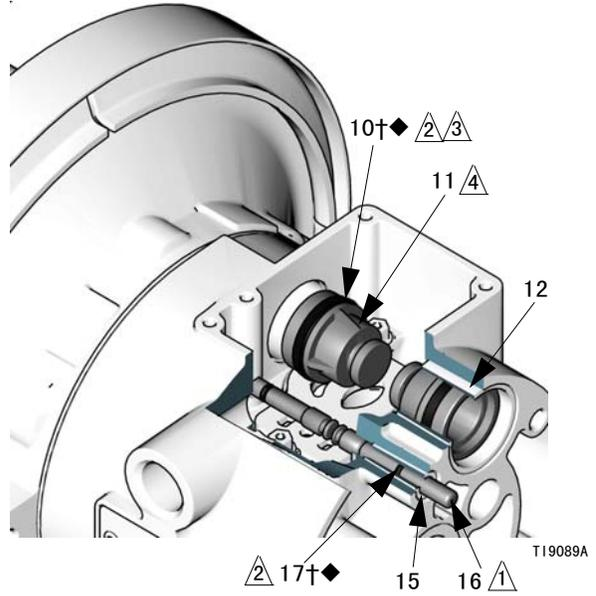

图 7
4. 将 2 个传动器活塞 (11) 从轴承 (12) 中拉出。从活塞中卸下 U 形环垫圈 (10)。将导向销 (16) 从轴承 (15) 中拉出。从导向销中卸下 0 形圈 (17)。见图 7。
6. 检查轴承 (12, 15) 情况。见图 7。轴承带有锥度，如果已损坏，必需从外侧卸下。这需要拆卸流体部分。见第 24 页。
4. 在每个导向销 (16) 上安装一个 0 形圈 (17 \blacklozenge)。润滑导向销和 0 形圈。将导向销插入轴承 (15)，窄头先入。见图 7。
5. 将 U 形环垫圈 (10 \dagger \blacklozenge) 安装到各传动器活塞 (11) 上，以使垫圈唇缘朝向活塞窄端。见图 7。
6. 润滑 U 形环垫圈 (10 \dagger \blacklozenge) 和传动器活塞 (11)。将传动器活塞插入轴承 (12)，宽头先入。露出活塞窄端。见图 7。